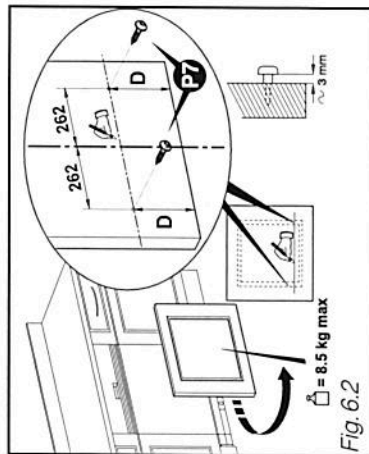

Fig. 6.2
- Calcular a cota D = A - B, fazer um traço na cota D atrás do painel, na parte inferior (Fig. 6.2)
- Posicionar as duas localizações do parafuso a 262 mm do eixo do painel de madeira. Pôr os 2 parafusos **P7** (Fig. 6.2).